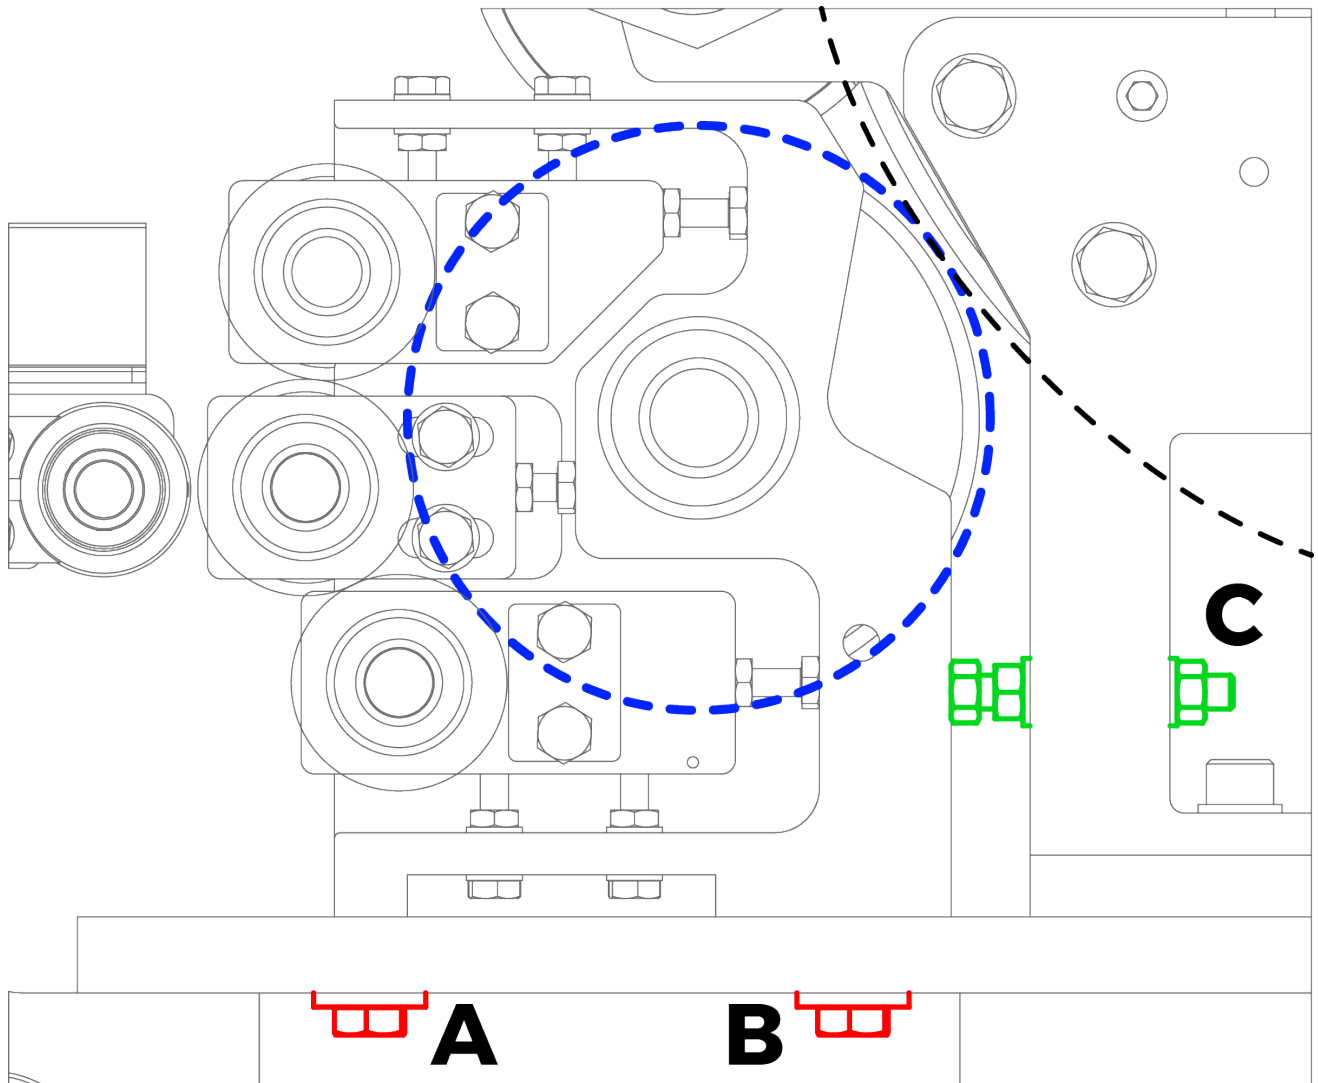

Figura 6.3.4 – Registrazione del rullo maggiore del gruppo di entrata
Per impostare tutte le distanze del gruppo di entrata occorre inizialmente registrare la distanza tra il cilindro principale e il rullo maggiore (evidenziato in **blu** nella Figura 6.3.4).
- Allentare le due viti di bloccaggio su entrambi i lati (simboli **A** e **B** nella Figura 6.3.4)
- Regolare la distanza agendo sulle viti di registro (simbolo **C** nella Figura 6.3.4).
- Dopo aver impostato la corretta distanza su entrambi i lati del rullo serrare le viti di bloccaggio (simboli **A** e **B** nella Figura 6.3.4).
- Serrare i dadi e i controdadi delle viti di registro (simbolo **C** nella Figura 6.3.4).